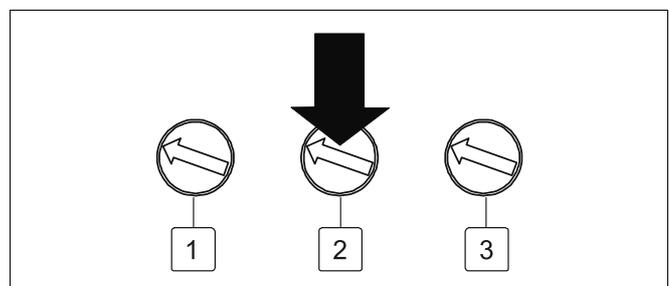

Рис. 44 Настройка минимальной мощности котла
- Повернуть потенциометр 2 (рис. 44) на монтажной полке и снять показание минимального давления газа в форсунках.